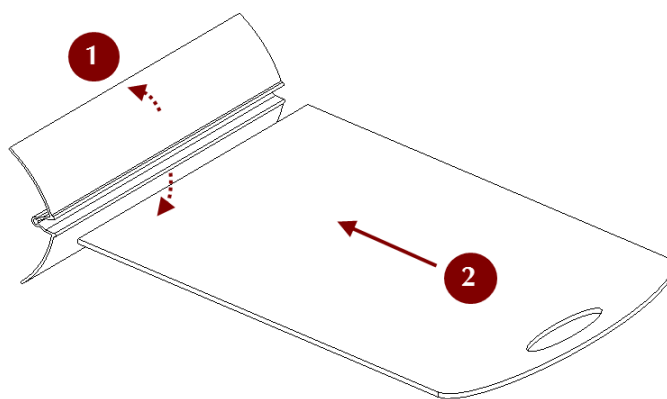

Рис. 11.18: Сборка калибровочного стенда
3. Вставьте доску в образовавшуюся щель, как показано на Рис. 11.18.